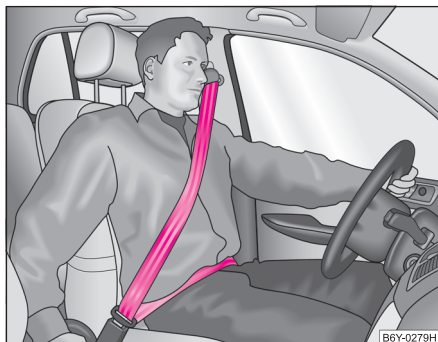

Abb. 121 Gurtbandverlauf des Schulter- und Beckengurtes
- Der Schultergurt-Teil darf niemals über den Hals verlaufen, sondern muss ungefähr über die Schultermitte verlaufen und gut am Oberkörper anliegen. Der Beckengurt-Teil muss vor das Becken gelegt werden, darf nicht über den Bauch verlaufen und muss immer fest anliegen ⇒ Seite 154, Abb. 121. Das Gurtband gegebenenfalls ausrichten.